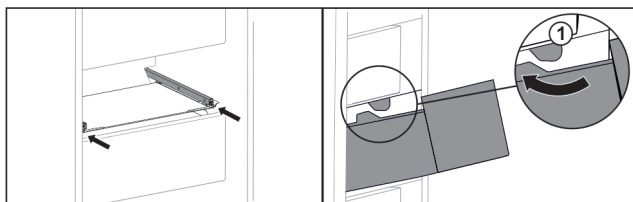

Fig. 38
- ▶ Prevedte zásuvku okolo zarážok Fig. 38 (1).